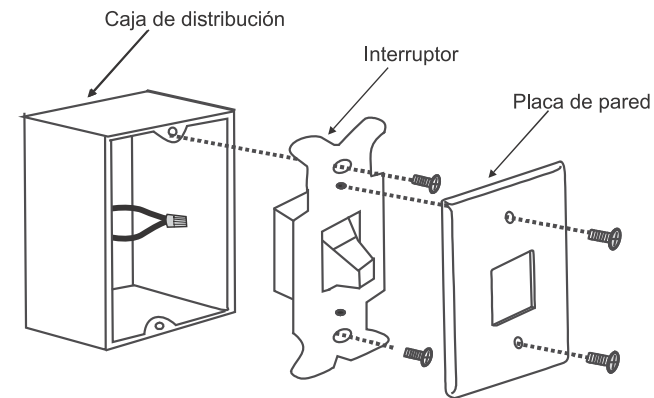

Fig. 23
Paso 1. Retire la placa de pared existente y el antiguo interruptor de la caja de distribución de pared. Conecte con una tuerca las terminaciones de cables NEGROS (calientes) entre sí y vuelva a empujarlos al interior de la caja de distribución. (**Fig. 23**)